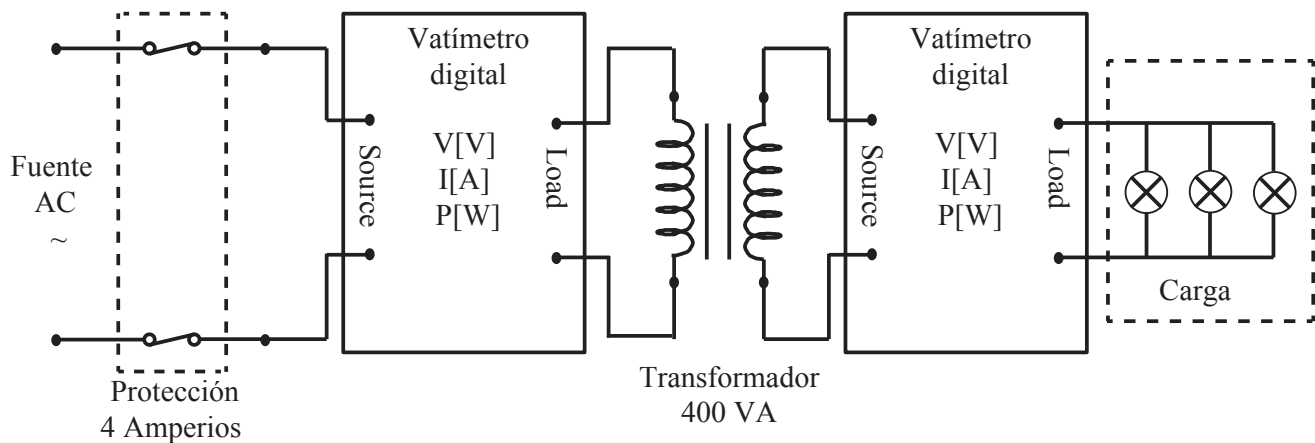

Figura 4: Conexión del transformador
1. Realice el montaje del circuito de la figura 4.